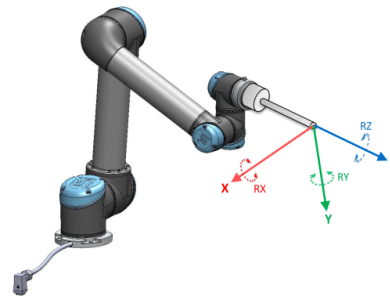

Figura 13.2: Recurso de Ferramenta (TCP)
- *Recurso Ferramenta:* localizado com origem no centro da atual do TCP (veja a figura 13.2)